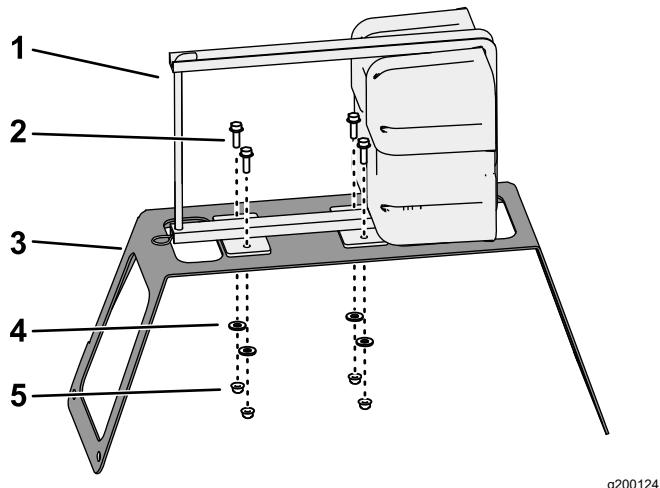

Figura 3
1. Alinee el depósito del marcador de espuma y el compresor en el soporte de montaje como se muestra en Figura 3.
2. Sujete el compresor al soporte (Figura 3) usando 4 pernos (5/16" x 1"), 4 arandelas (3/8") y 4 contratuerca con arandela prensada (5/16").